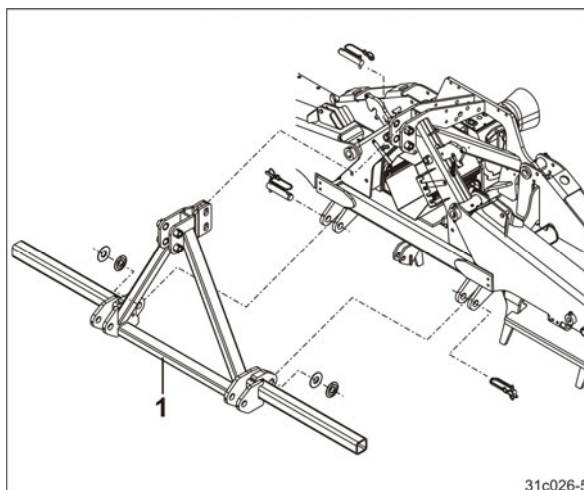

Fig. 71
5. Hægt trepunktsforlængelsesrammen (option, Fig. 71/1) i på en kran, og sæt den fast på rotorgrubberen.